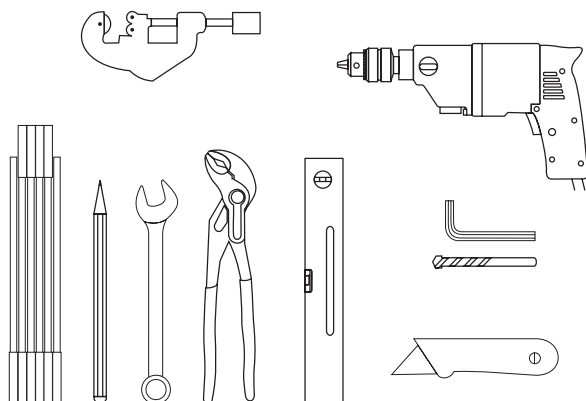

Fig. 6 Outils nécessaires pour le montage du groupe CIRCO 5
- Vous nécessitez l'outillage suivant pour le montage du groupe de transfert solaire CIRCO 25/80: perceuse, mèche à béton, pince multi-griffe, clés plates etc (Fig.6).